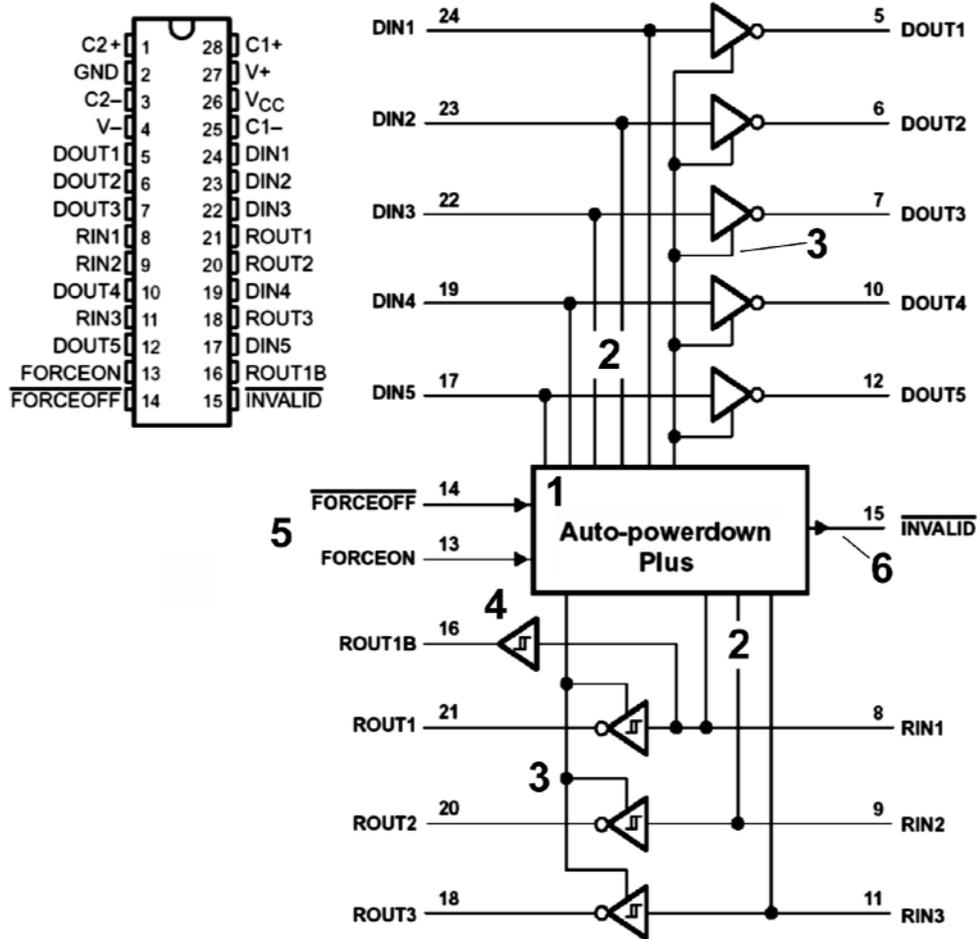

Abbildung 8.34 DTE-Kombinationsschaltkreis für portable Geräte (Texas Instruments). Erklärung im Anschluß an Abbildung 8.35
- Stromsparen. Die Schaltkreise kann man in einen Stromsparmodus schalten, wenn das Interface nicht angesteuert wird (Einzelheiten im Anschluß an Abbildung 8.34).
*) : werden die Treibereingänge mit überwacht, so wird der Stromsparzustand automatisch verlassen, sobald der eigene Schnittstellensteuerschaltkreis (UART) zu senden beginnt. Fehlt diese Überwachung (Abbildung 8.34), so muß FORCEON vor dem Senden erregt werden, um den Stromsparzustand auszuschalten (softwareseitige Steuerung).
Diese Schaltkreise (65/75C23243) enthalten Ladungspumpen, Treiber, Empfänger und Stromsparschaltungen für zwei Schnittstellen. Die technischen Daten und die Stromsparsvorkehrungen entsprechen weitgehend denen des Schaltkreise von Abbildung 8.34. Die Schnittstellen haben eigenen Stromsparschaltungen, werden aber über gemeinsame Ladungspumpen gespeist. Deshalb kann erst dann richtig Strom gespart werden, wenn beide Schnittstellen nichts zu tun haben.